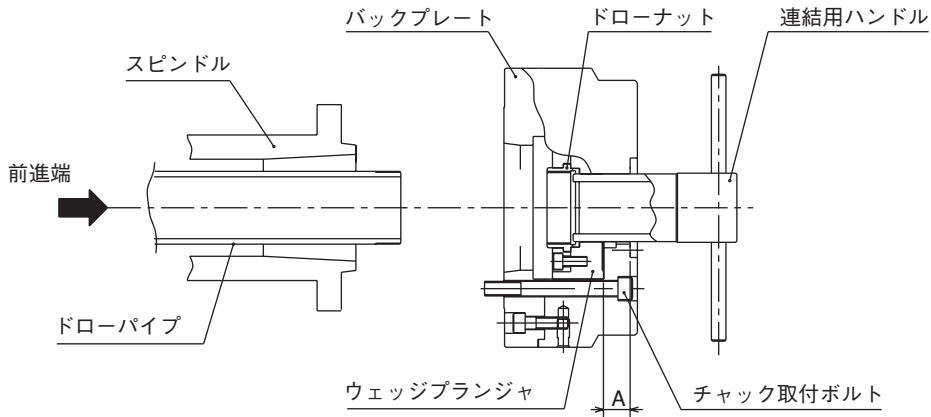

図 17
- ・シリンダ前進端でのウェッジブランジャの適正位置は、図17の寸法 A が下表となる位置です。